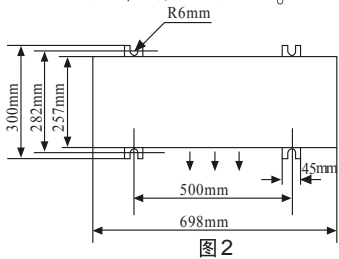
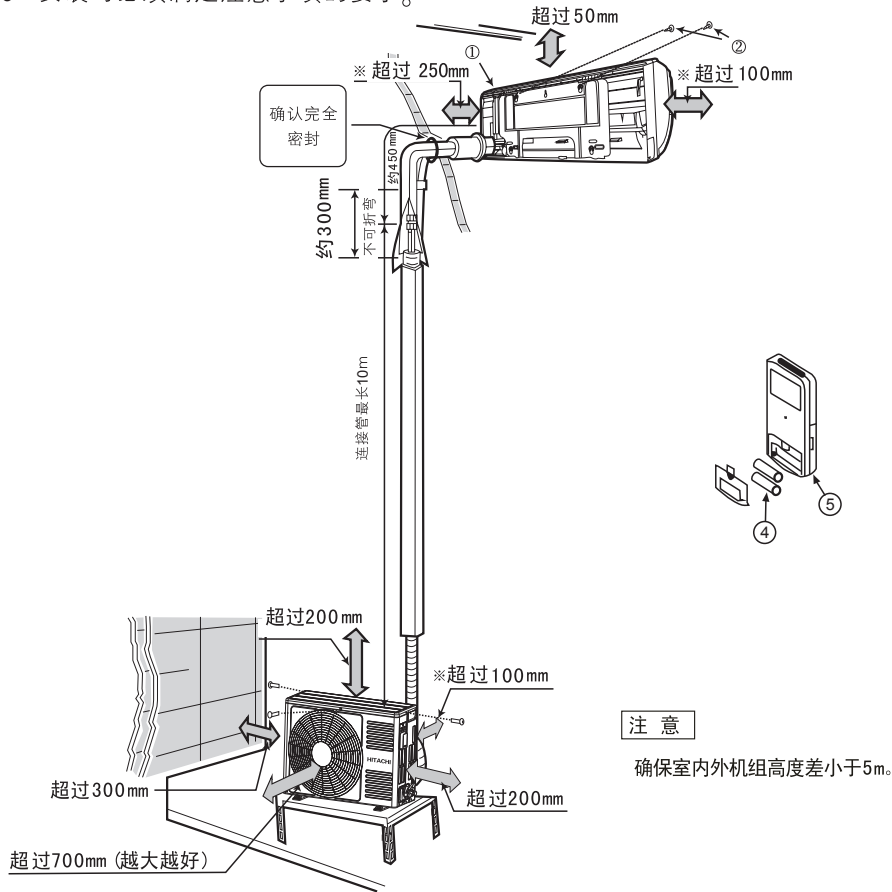

图 2
图1
- (1) 为了便于修理,室内机组旁边应如图1般保留空间。
- (1) 室外机组的安装必须保留大于如图1所示距离，并尽可能远离障碍物，避免障碍物妨碍通风系统。
(2) 尽量安装于房屋的东或北方。如装于南或西方是无可避免时,应有遮盖物遮盖。
(3) 最好不要安装在污秽或雨淋的地方。
(4) 尽量靠近室内机组安装。
(5) 室外机外形尺寸及安装固定孔位置见图2
- 1 示图1是连接配管安装成形。
- 2 根据总装示图1结合对应附件按要求牢固安装。